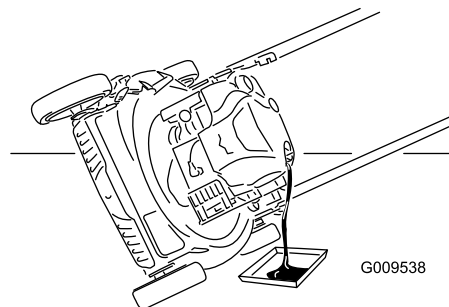

Figure 28
4. Inclinez la machine sur le côté (filtre à air en haut) pour vidanger l'huile usagée par le goulot de remplissage (Figure 28).